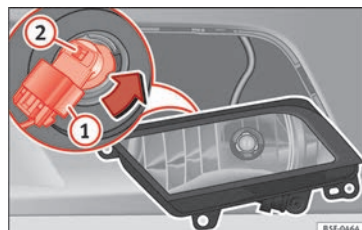

Abb. 114 Nebelscheinwerfer
- Ziehen Sie den Stecker » **Abb. 114 ①** von der Lampe ab.
- Drehen Sie den Lampenträger » **Abb. 114 ②** nach links und ziehen Sie.